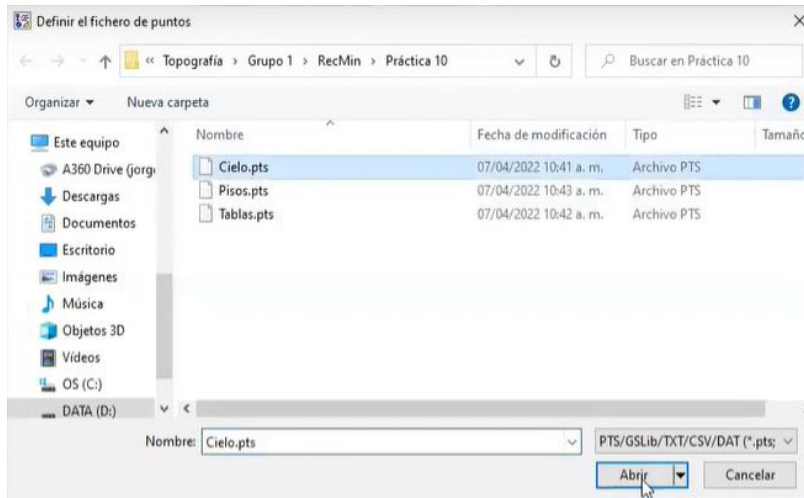

Figura 463. Archivo del techo.
30. En la nueva pestaña, buscar y seleccionar el archivo correspondiente al techo. Presionar “Abrir”. Figura 463.